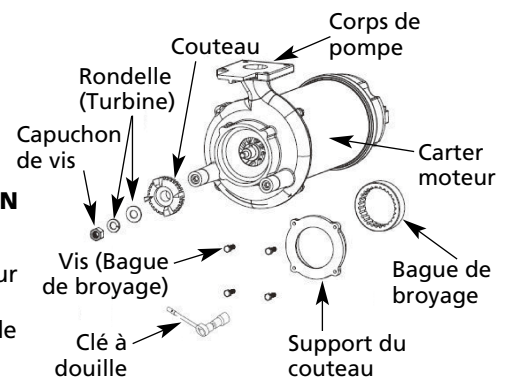

Figure 8
2. Retirez le support du couteau (figure 8) et la bague de broyage. Retirez la vis, la rondelle et rondelle frein, puis le couteau. Nettoyez et examinez le couteau, la bague de broyage et le support du couteau pour déceler les piqûres ou de l'usure et remplacer si nécessaire. Pour maintenir un fonctionnement efficace de la pompe broyeuse, le couteau et la bague de broyage doivent avoir des bords tranchants. Aucune des pièces ne peut être aiguisée pour renouveler sa capacité de coupe. Le couteau doit être remplacé et la bague de broyage doit être soit retournée, soit remplacée. Inspectez le support du couteau et remplacez-le s'il est coupé ou endommagé.